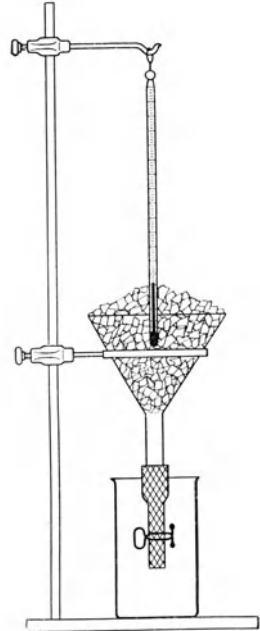

Fig. 106.
b) Befestige an dem Hals eines Trichters einen kurzen Kautschukschlauch und verschließe ihn mit einem Quetschhahn (Fig. 106).